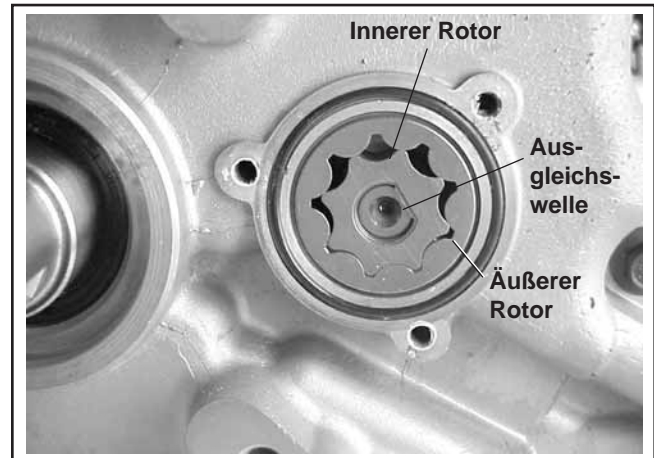

Abbildung 11-21. Einbau von Ölpumpengetriebe und O-Ring.
1. Schmieren Sie die Ölpumpenaussparung und die Ölpumpenrotoren mit Maschinenöl. Bauen Sie die inneren und äußeren Ölpumpenrotoren ein. Siehe Abbildung 11-21.